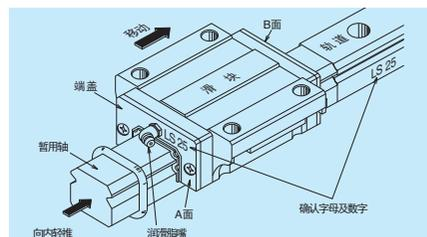

图 10.23 互换性滑块插入导轨中
- 在提供互换性滑块时，滑块上装有图 10.23 所示的暂用轴。
- ① 请擦拭去导轨和滑块上的防锈油；
- ② 如果成为希望的组合状态 (W_2 或 W_3)，请对准导轨和滑块的安装基准面 (安装面用槽)。
- ③ 将导轨和暂用轴的底面以及侧面对齐，然后一边将暂用轴轻轻压在导轨上，一边将滑块移到导轨 (图 10.23)。